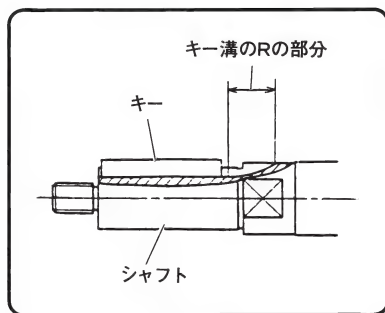

図 20
- (3) コンタクトホイールをシャフトに取付けるときは、キーがキー溝の R の部分（曲線部分）に乗り上げないようにしてください。（図 20）